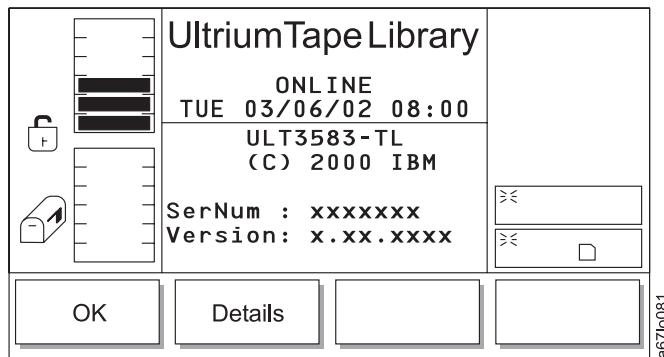

Abbildung 68. Informationsmenü
- Wählen Sie zum Überprüfen des derzeit auf dem Kassettenarchiv geladenen Firmware-Standes **More** —> **About** aus. Das Informationsmenü erscheint (siehe Abb. 68).
Tabelle 20. Übersetzung von Abb. 68, Informationsmenü
Überprüfen Sie nach dem Downloaden der Firmware die Installation mit einem Abfragebefehl, der über das Dienstprogrammennü des Servers verfügbar ist, oder über die Bedienerkonsole des Kassettenarchivs durch Auswahl von **More** —> **About**. (Informationen über das Ermitteln der Firmware-Version im Informationsmenü enthält Abb. 68 auf Seite 89).